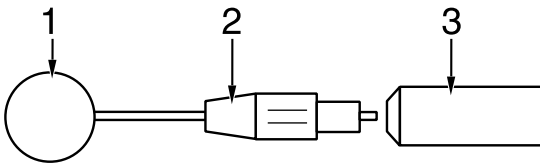

Bild 7-1. Einsetzen der Kontaktlöffel
- * Schrauben Sie die Kontermutter (2, Bild 7-1) bis zum Anschlag gegen die Elektrode.
- * Schrauben Sie den Kontaktlöffel (1) bis zum Anschlag ein und drehen ihn in die gewünschte Stellung zurück.
- * Arretieren Sie nun den Kontaktlöffel, indem Sie die Kontermutter (2) gegen den Griff (3) sicher festziehen.